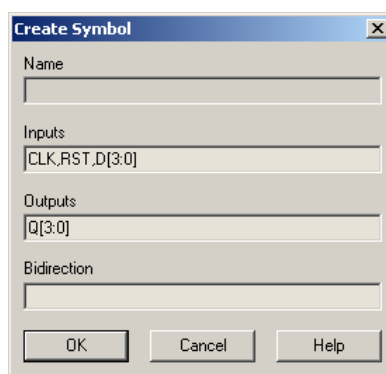

Figura 7.8. Fereastra de dialog *Create Symbol*.
3. În fereastra de dialog *Create Symbol* (Figura 7.8), se introduc numele pinilor (separați prin virgule) în câmpurile *Inputs* (pentru semnalele de intrare), *Outputs* (pentru semnalele de ieșire) și *Bidirection* (pentru semnalele bidirecționale). Se poate utiliza notația pentru o magistrală la introducerea numelui unui pin, de exemplu, $D[3:0]$.